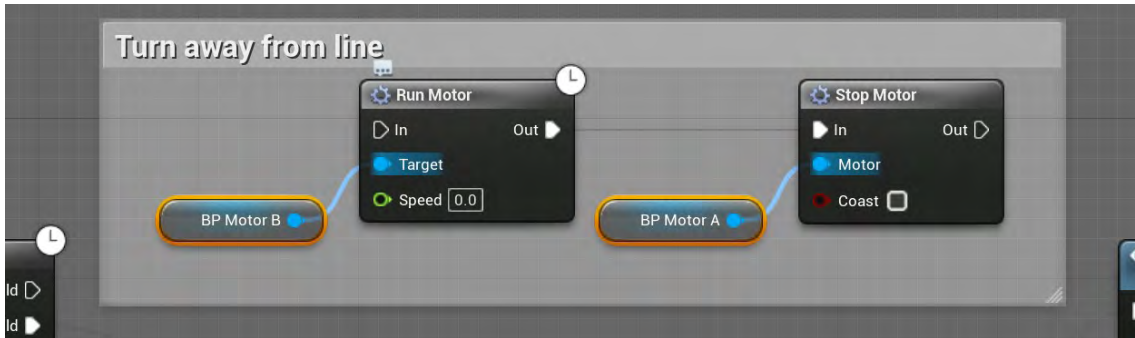

図 3-44
- **BP_Motor_A** のピンをクリックして (青色の) ワイヤーをドラッグし、**Stop Motor** ノードの **Motor** ピンにつなぎます (図 3-44 を参照)。